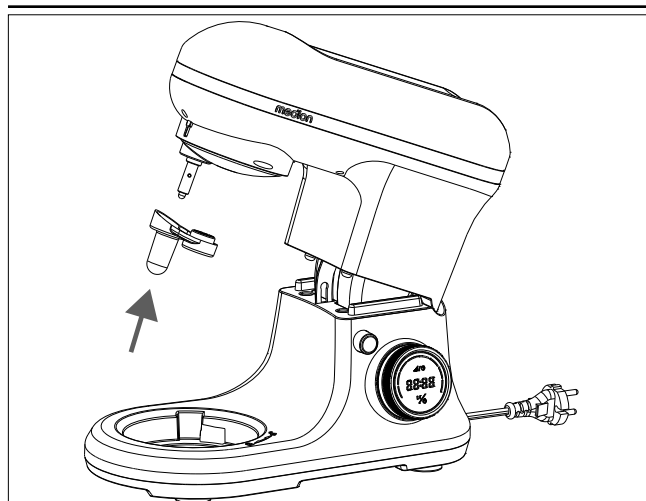

Fig. 8 – Poser la pièce de jonction
- ▶ Placez la pièce de jonction sur le logement du bras pivotant (voir Fig. 8).